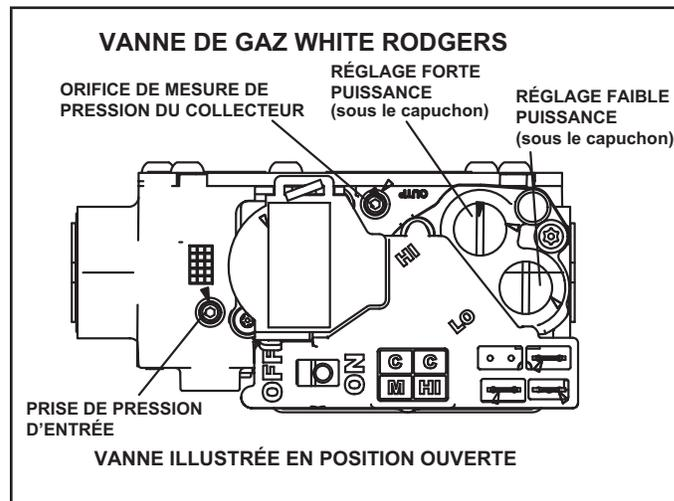

FIGURE 61
### Fonctionnement de la vanne de gaz (FIGURE 61)
- 6 - Mettre le contacteur de la vanne de gaz sur «OFF». Voir la FIGURE 61.
- 8 - Mettre le contacteur de la vanne de gaz sur «ON». Voir la FIGURE 61.
Une connexion située sur la vanne de gaz permet d'accéder à la pression d'alimentation. Voir la FIGURE 61. Dévisser la vis à tête hexagonale de 3/32 d'un tour, brancher un tube de 5/16 po et brancher un manomètre pour mesurer la pression d'alimentation. Voir le TABLEAU 26 pour la pression de la conduite d'alimentation.
Une connexion située sur la vanne de gaz permet d'accéder à la pression du collecteur. Voir la FIGURE 61. Dévisser la vis à tête hexagonale de 3/32 d'un tour, brancher un tube de 5/16 po et brancher un manomètre pour mesurer la pression du collecteur.
- 5 - Au besoin, faire les ajustements nécessaires. La FIGURE 61 indique l'emplacement des vis de réglage des puissances mini et maxi.